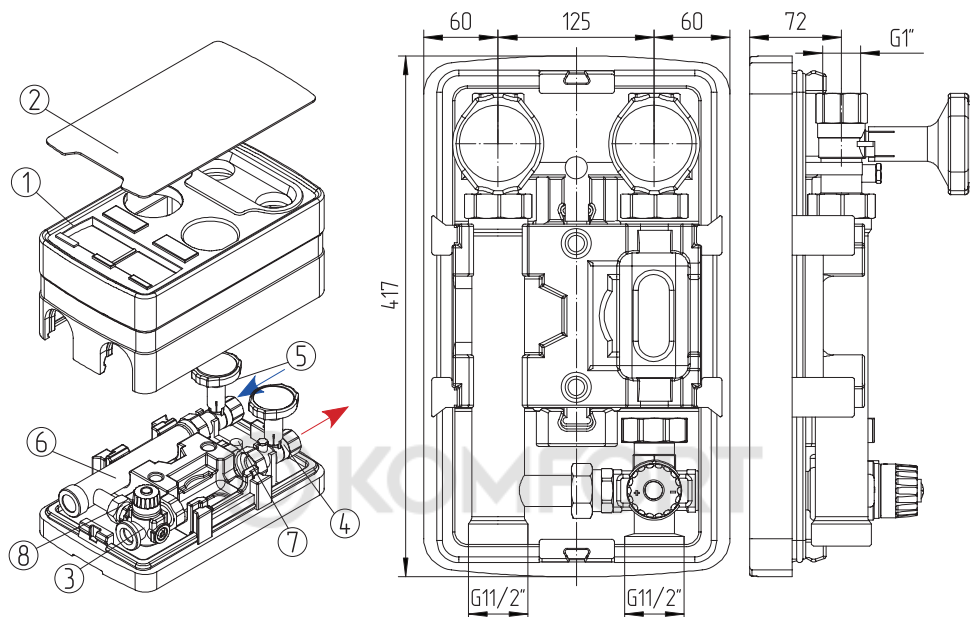

Рис.2 Устройство насосной группы быстрого монтажа
Подсоединение трубопроводов отопительного контура к шаровым кранам (**Рис.2, поз.4**) и (**Рис.2, поз.5**) должно производиться с использованием в качестве подмоточного уплотнительного материала ФУМ-ленты (PTFE - политетрафторэтилен, фторопластовый уплотнительный материал), полиамидной нити с силиконом или льна. Излишки уплотнительного материала не должны попадать в запорные механизмы кранов, это может привести к утрате работоспособности кранов.
1. Установите насос, в посадочное место между 4-х ходовым термостатическим клапаном (**Рис.2, поз.3**) и шаровым краном (**Рис.2, поз.4**);